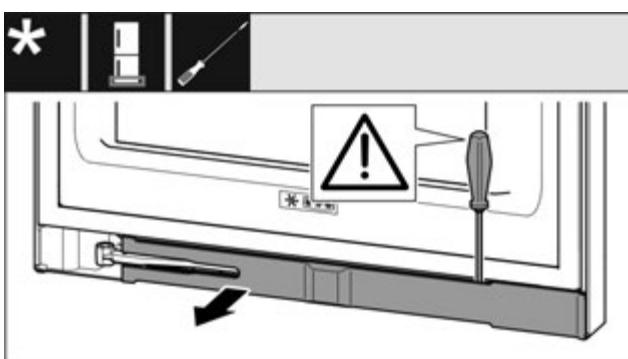

Fig. 13
► За допомогою шліцевої викрутки звільніть від фікатора та поверніть убік накладку Fig. 13 () .